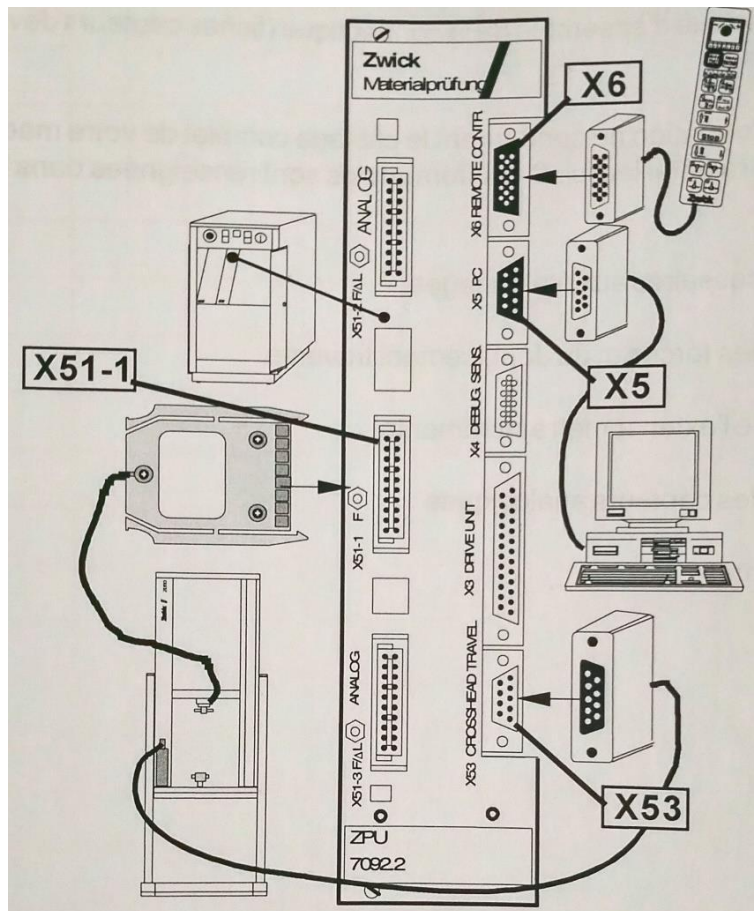

Figure 2.22. Etalonnage des forces et du déplacement traverse
6.1 Etalonnage des forces et du déplacement traverse (Voir la figure 2.22) :